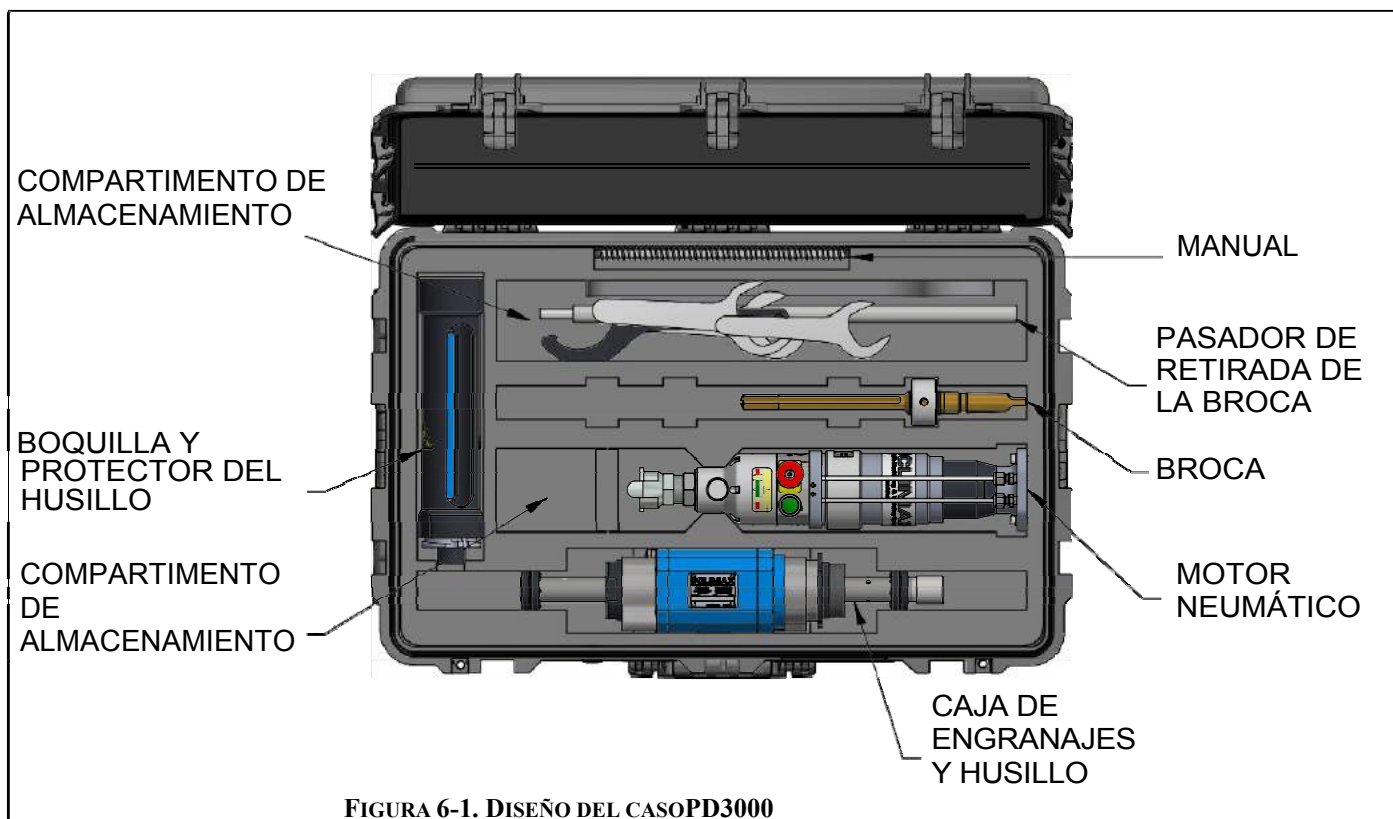

FIGURA 6-1. DISEÑO DEL CASOPD3000
El taladro portátil PD3000 puede almacenarse y enviarse en el contenedor de envío Pelican proporcionado (Figura 6-1). El almacenamiento a corto plazo se define como menos de tres meses.
4. Coloque los componentes en la caja de almacenamiento como se muestra en la Figura 6-1.
Las condiciones de almacenamiento requeridas se enumeran en la Tabla Figura 6-1.